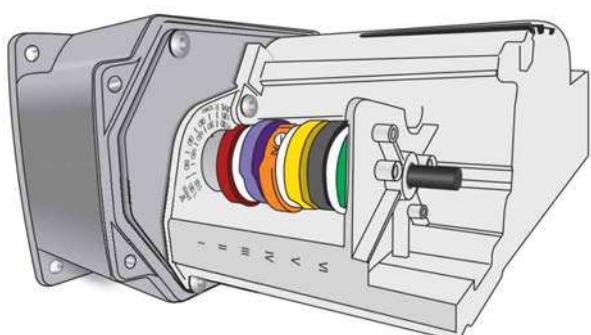
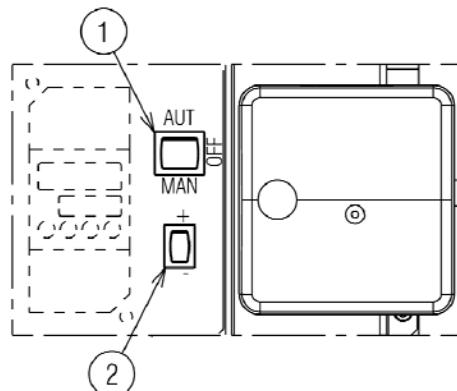

Рис. 28
Рис. 29
Серводвигатель (Рис. 28) одновременно управляет положением воздушной заслонки и, с помощью кулачка с изменяемым профилем (лекала), положением дроссельного клапана газа. Серводвигатель поворачивается на 90° за 30 секунд.
В предыдущем описании мы оставили горелку после розжига, работающей на минимальной мощности. Теперь нажмите кнопку (2) (рисунок 29 стр. 28) в положение «увеличение мощности» и удерживайте ее нажатой до тех пор, пока серводвигатель не откроет воздушную заслонку и дроссельный клапан газа.
Регулировка воздуха осуществляется путём изменения угла кулачка 1 (рис. 28 на стр. 27) и с помощью переключателя (2) (Рис. 29 на стр. 28). Регулировка кулачка сервопривода показана на Рисунке 32 (A).
Нажмите кнопку (2) (рисунок 29, стр. 28), «уменьшение мощности», и удерживайте ее нажатой до тех пор, пока серводвигатель (Рис. 32 В) не встанет в положение заводской настройки: см. Таблицу L на странице 27, последовательно отрегулируйте воздушную заслонку (5) и дроссельную заслонку газа (4) (Рис. 31 на стр. 29).
Регулировка воздуха осуществляется путём изменения угла кулачка III (рис. 28 на стр. 27) и с помощью переключателя (2) (Рис. 29 на стр. 28). Регулировка кулачка сервопривода показана на Рисунке 32 (А).
После настройки максимальной и минимальной мощности горелки необходимо настроить расход газа в нескольких промежуточных положениях сервопривода. Для перехода из одного положения к следующему удерживайте нажатой кнопку (2) на символе (+) или на символе (-) (Рис. 29 на стр. 28). Чуть-чуть нажмите кнопку «увеличение мощности» (2) (рис. 29), серводвигатель должен повернуться примерно на 20°, смотрите на градуированный указатель сервопривода (Рис. 32) (В) и градуированный указатель воздушных заслонок (5) (Рис. 31 на стр. 29). Закручивайте или откручивайте соответствующий винт (2) механического кулачка (Рис. 31 на стр. 29), чтобы увеличить либо уменьшить расход газа и сделать его соответствующим расходу воздуха, так как только таким образом можно добиться оптимального горения.
Погасите горелку с помощью выключателя (1) (Рис. 29), положение OFF, расцепите кулачок-лекало (I) (Рис. 31) и шестерни серводвигателя, для этого нажмите и переведите вниз кнопку (3) (Рис. 32 - D), затем вручную поверните несколько раз вперед и назад кулачок (I) (Рис. 31), убедившись в том, что он поворачивается легко и не заедает.